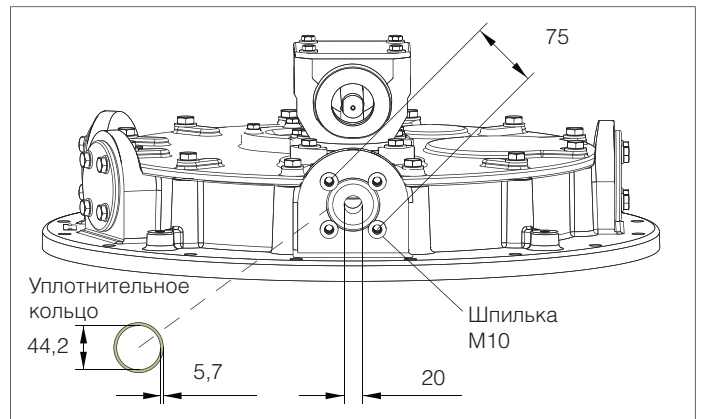

Рис. 30. Размеры соединений
5. Впустите масло через масляный клапан устройства РПН. Размеры соединений см. на рис. 30.